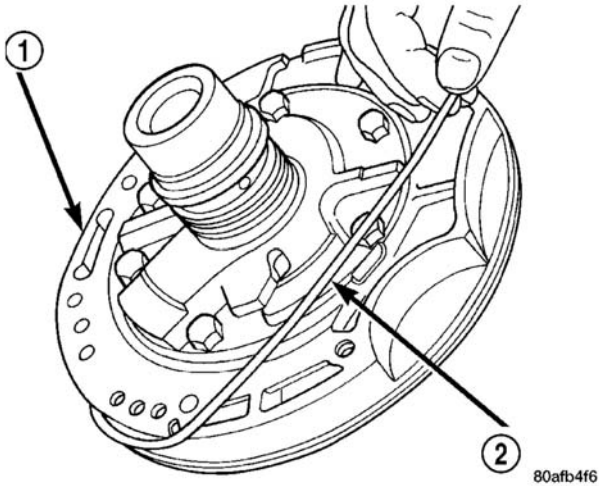

图 144 拆下油泵 O 形圈
- (c) 拆下油泵 O 形圈（图 144）。在选择了正确的 4 号止推片之后一定要重新安装油泵 O 形圈。